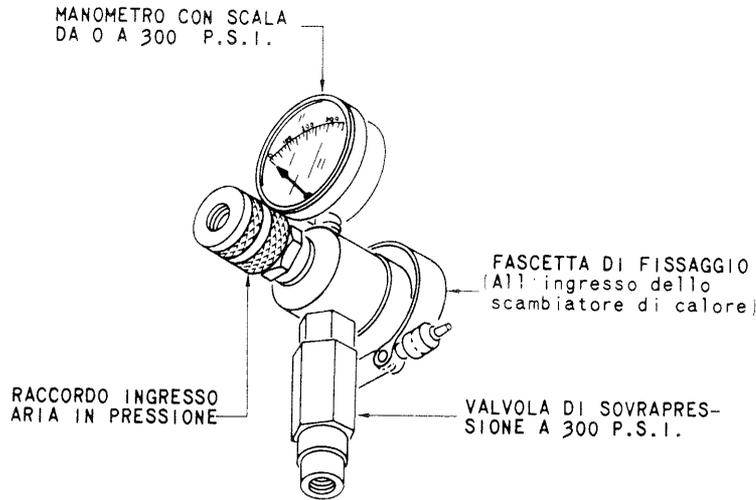

Fig. 2-4. Adattatore di prova impianto aria in pressione.
- o. Collegare l'adattatore di prova aria in pressione (vedere fig. 2-4) all'ingresso dello scambiatore di calore primario.